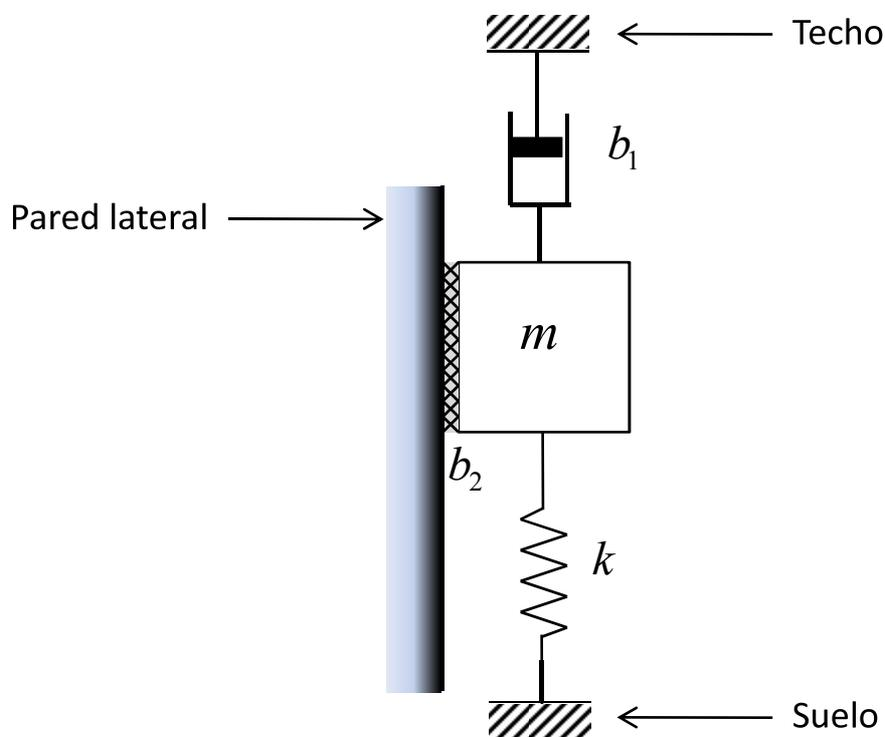

Figura 1: Diagrama del sistema mecánico.
Consideremos el sistema mostrado en la Figura 1, que consiste en un objeto de masa constante m , que se encuentra suspendido del techo a través de un amortiguador, está unido al suelo a través de un muelle y roza contra la pared lateral. El suelo, el techo y la pared lateral se encuentran en reposo. El objeto puede moverse únicamente en la dirección vertical. Sobre él actúa la fuerza de la gravedad.
- 3.c** Suponga que desea programar en Modelica una librería mecánica que contenga los componentes necesarios para componer el sistema mecánico de la Figura 1.